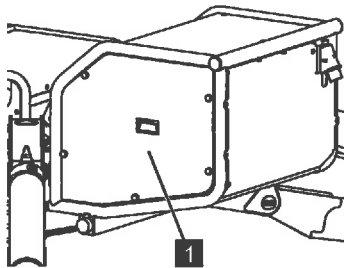

Abb. 170
2. Abdeckhaube (Abb.170/1) abschrauben.